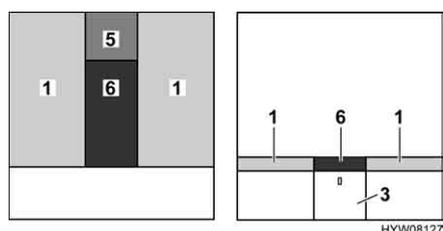

Fig. 88 Dopo la trasformazione
- Posizionare il cuscino aggiuntivo (Fig. 88,5) sul comodino da notte.
- Posizionare il cuscino aggiuntivo (Fig. 88,6) tra i materassi (Fig. 88,1).